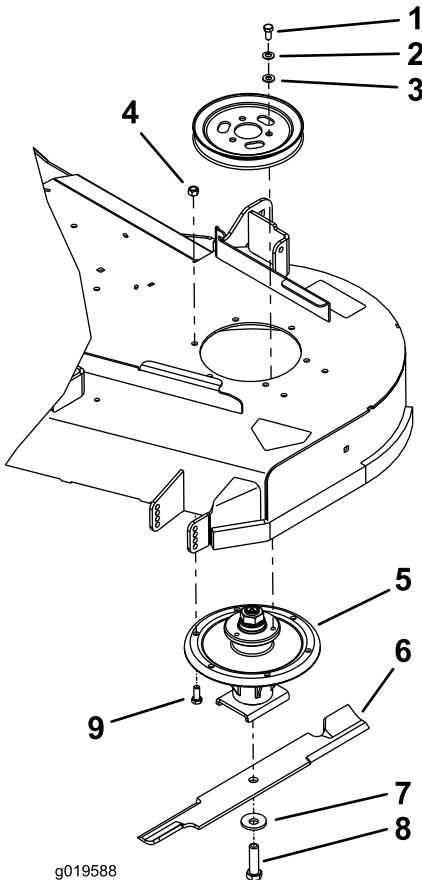

Figura 1
4. Rimuovete i tre bulloni che fissano la puleggia della scocca del tosaerba al mozzo di alluminio. Conservate la puleggia della scocca del tosaerba e gettate i bulloni (Figura 1).
9. Montate il nuovo gruppo alberino sotto alla scocca del tosaerba servendovi di 6 bulloni (M10-1,5 x 25) e 6 dadi (M10-1,5) (Figura 1).
10. Allineate i tre fori sulla puleggia della scocca del tosaerba con i tre fori sul mozzo dell'alberino e montate 3 bulloni (3/8 x 3/4 poll.), 3 piccole rondelle curve e 3 rondelle piane (Figura 1).
11. Con il bullone della lama e una grande rondella curva montate la lama sull'alberino. Serrate il bullone della lama a 115–150 Nm (Figura 1).